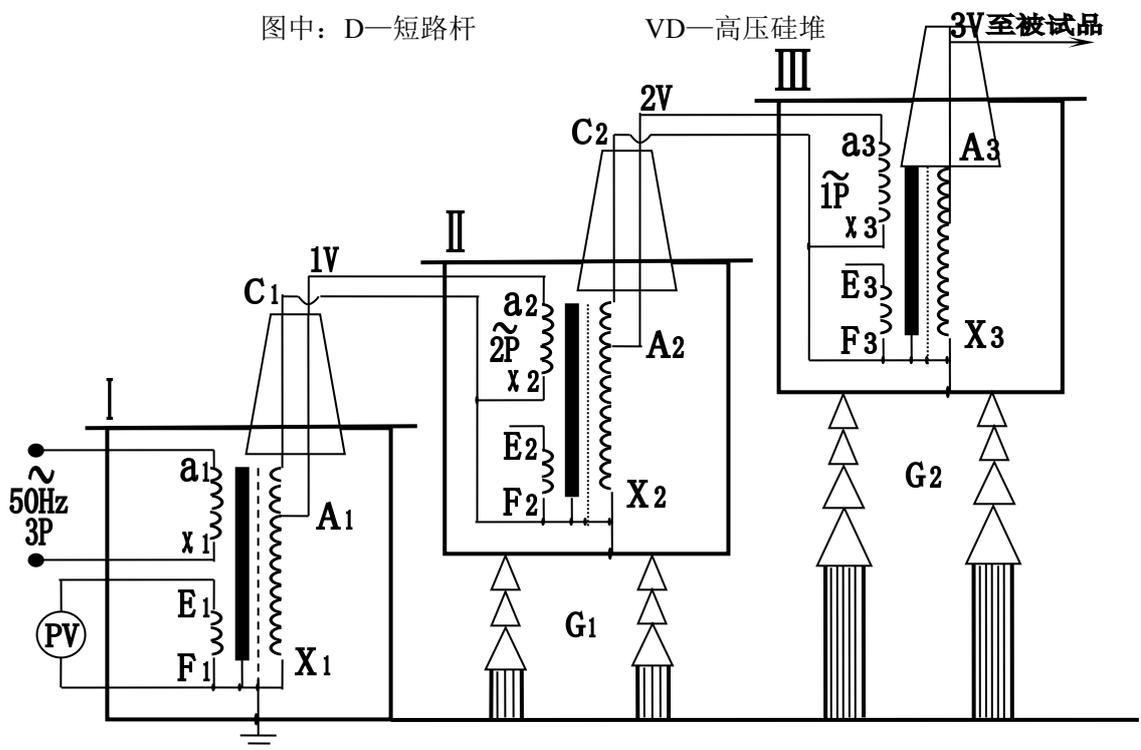

图5：三台试验变压器串级接线原理图
3、三台试验变压器串级获得更高电压的接线原理见图5。串级高压试验变压器有很大的优越性，因为整个试验装置由几台单台试验变压器组成，单台试验变压器容量小、电压低、重量轻，便于运输和安装。它既然可串接成高出几倍的单台试验变压器输出电压组合使用，又可分开成几套单台试验变压器单独使用。整套装置投资小，经济实惠。图5中，在第一级和第二级的每个单元试验变压器中都有一个励磁绕组A1、C1和A2、C2。在三台串级试验变压器基本原理中，低压电源加在试验变压器I的初级绕组a1x1上，单台试验变压器I、II、III的输出电压都是V。励磁绕组A1、C1给第二级试验变压器II的初级绕组供电；第二级试验变压器II的励磁绕组A2、C2给第三级试验变压器III的初级绕组供电。第二级试验变压器II和第三级试验变压器III的箱体分别处在对地为1V和2V的高电位上，所以箱体对地是绝缘的，